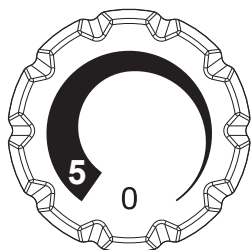

Abb. 9
1) Den Stelling auf Position "0" stellen (Abb. 9).